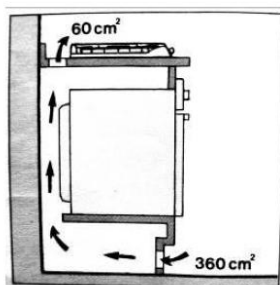
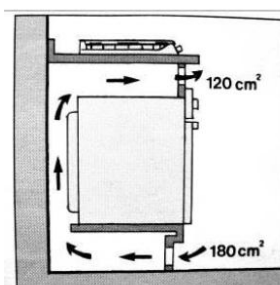

Fig. 5
Fig. 6
- i) No caso de instalar um forno para encaixar sob a placa de gás, recomenda-se melhorar a ventilação ao redor do forno, para evitar aquecimento excessivo, colocar uma grade para a entrada de ar da parte inferior do forno e outra grade no forno. parte superior da placa (Fig. 5) ou na parte frontal superior do forno (Fig. 6).